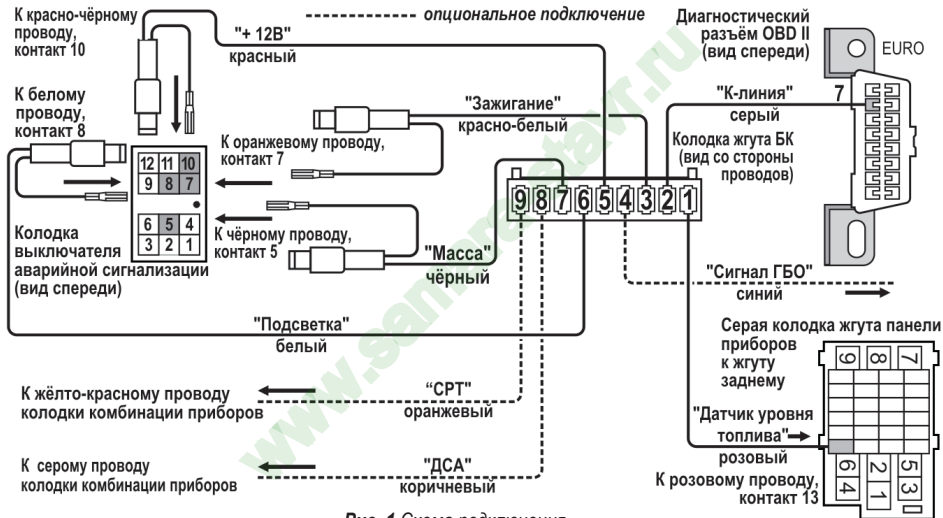
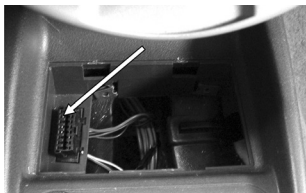

Рис. 1 Схема подключения
Рис. 4 Колодка диагностики
- Протяните серый провод К-линии из жгута до диагностической колодки (**см. Рис.4**) и подключите его к диагностической колодке (**см. Рис.1**).